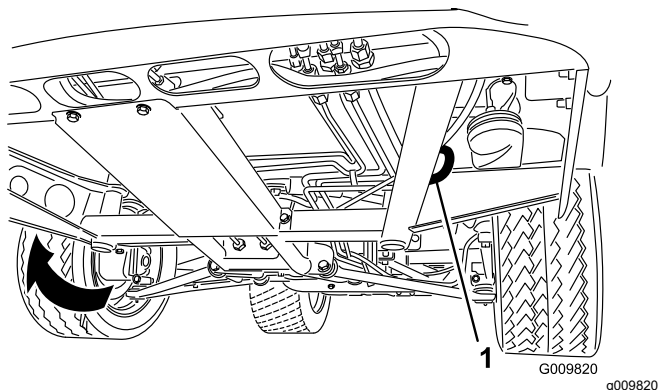
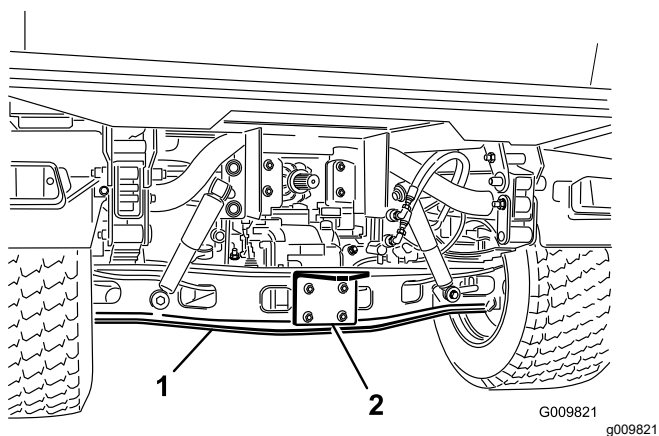

图 19
图 20
请参阅图 19 和图 20 查看机器栓系点的位置。
1. 将拖绳系在机器机架前面的牵引杆上图 19。